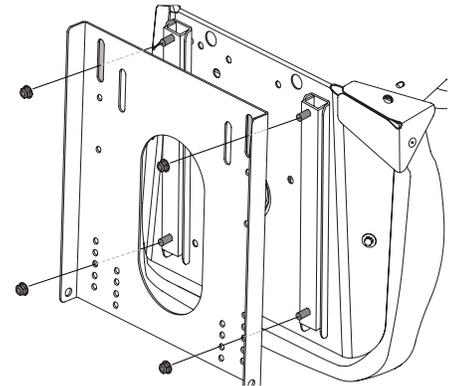

Figura 2-11
- Utilizando los cuatro pernos que se proporcionan (a), instale el asiento en la bandeja del asiento. Coloque los tornillos (b) en la parte delantera del asiento, a través del orificio central de la bandeja del asiento (c), como se muestra en la Figura 2-11. Ajuste el asiento de manera segura a la bandeja del asiento.